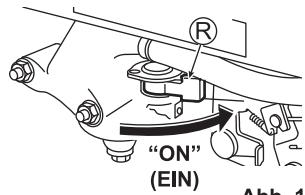

Abb. 11
- Stellen Sie den Kraftstoffhahn (R) auf "ON" (EIN). (Siehe Abb. 11)